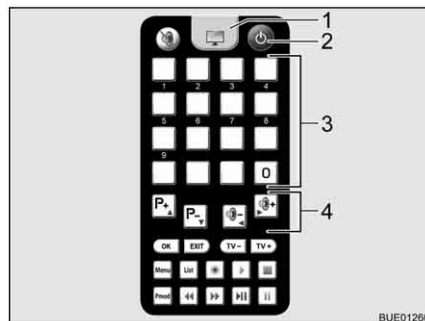

Bild 33 Fernbedienung Fernsehgerät
- Auf der Fernbedienung für das Fernsehgerät Taste "⏻" (Bild 33,2) drücken. Die Anlage geht in den Suchmodus. Ein Dauerton ertönt.
- Zum Umschalten auf Fernsehempfang auf der Fernbedienung für das Fernsehgerät die Fernsehtaste (Bild 33,1) drücken. Der Signalton endet. Ein Bild erscheint auf dem Bildschirm.
- Über die Speichertasten (Bild 33,3) auf der Fernbedienung für das Fernsehgerät oder über die Funktionstasten (Bild 33,4) den gewünschten Sender wählen.